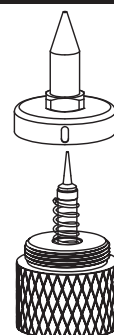

Fig. 12
1. Instale la aguja en la tapa de control de pintura y, a continuación, instale el muelle. **Fig. 12**